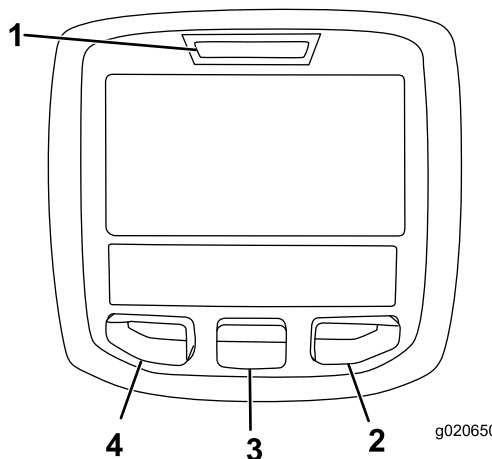

Figura 22
Ecranul LCD InfoCenter afiează informații despre maină, cum ar fi starea de funcționare, diferite date de diagnosticare, i alte informații despre maină (Figura 22). Există un ecran de întâmpinare, un ecran cu informații principale, un ecran cu informații despre motorul unității de tăiere (CU) i un ecran cu informații despre traciune.